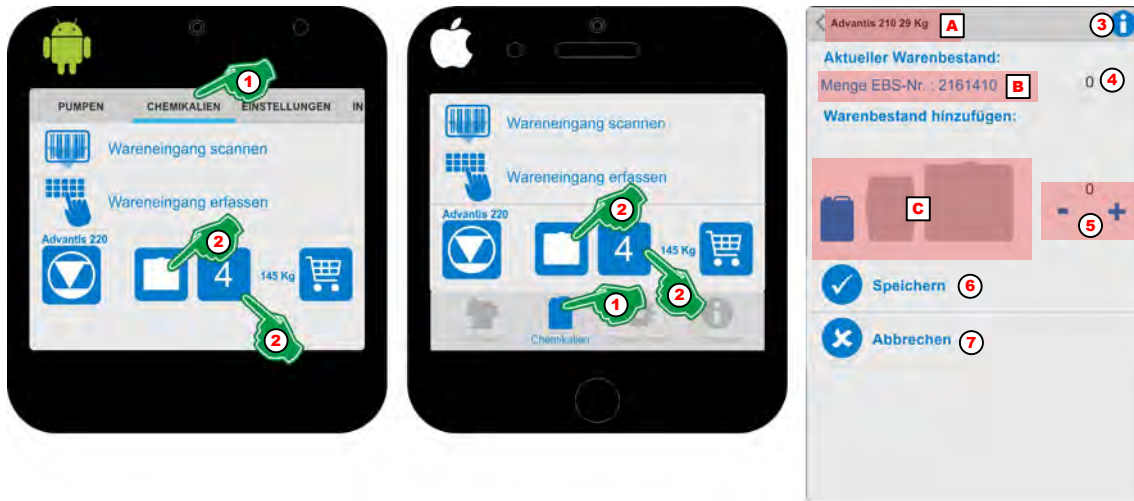

Abb. 39: Lagerverwaltung
1. ► Menü „Chemikalien“ (Abb. 39, Pos. 1) auswählen.
2. ► Das Symbol des Chemiegebindes oder die Anzahl (Abb. 39, Pos. 2) auswählen.
3. ► Durch Auswahl des [Info] Symbols (Abb. 39, Pos. 4) erscheint:
4. ► Zusätzlich zur Dosierchemie (Abb. 39, Pos. A) wird die EBS-Nr (Bestellnummer) angezeigt (Abb. 39, Pos. B). Neben dieser Anzeige muss die im Lager befindliche Menge der Chemikalie eingegeben werden (Abb. 39, Pos. 4) um eine korrekte Lagerverwaltung zu ermöglichen.
5. ► Durch die Eingaben wird die Gebindegröße als blaue Symbolgrafik dargestellt (Abb. 39, Pos. C). Um bei einer Neulieferung von Chemiegebinden einen Warenbestand hinzuzufügen muss die Stückzahl eingestellt werden (Abb. 39, Pos. 5).
6. ► Die Taste [Speichern] (Abb. 39, Pos. 6) Drücken zum Speichern der Eingaben.
7. ► Die Taste [Abbrechen] (Abb. 39, Pos. 7) Drücken zum Abbrechen der Eingaben.